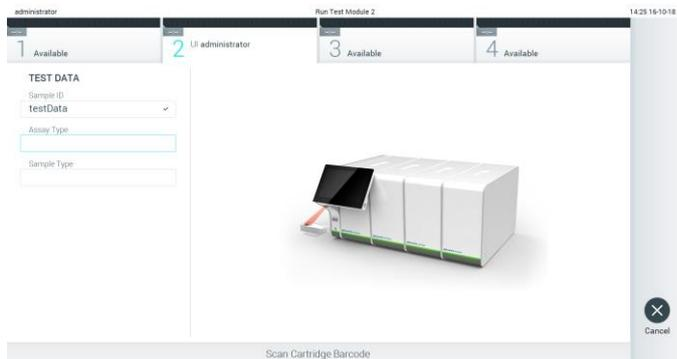

Figura 24. Digitalização do código de barras do cartucho de ensaio QIAstat-Dx.
3. Quando solicitado, digitalize o código de barras do cartucho de ensaio QIAstat-Dx a utilizar. O QIAstat-Dx Analyzer 1.0 reconhece automaticamente o ensaio a executar, com base no código de barras do cartucho de ensaio QIAstat-Dx (Figura 24, página seguinte).